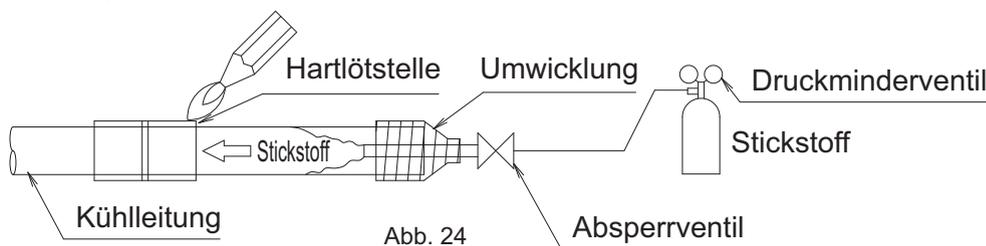

Abb. 24
- Lassen Sie vor dem Hartlöten der Kältemittelleitungen Stickstoff durch die Kältemittelleitungen strömen und ersetzen Sie Luft durch Stickstoff (HINWEIS 1). (**Siehe Abb. 24**) Führen Sie anschließend das Hartlöten aus (HINWEIS 2).